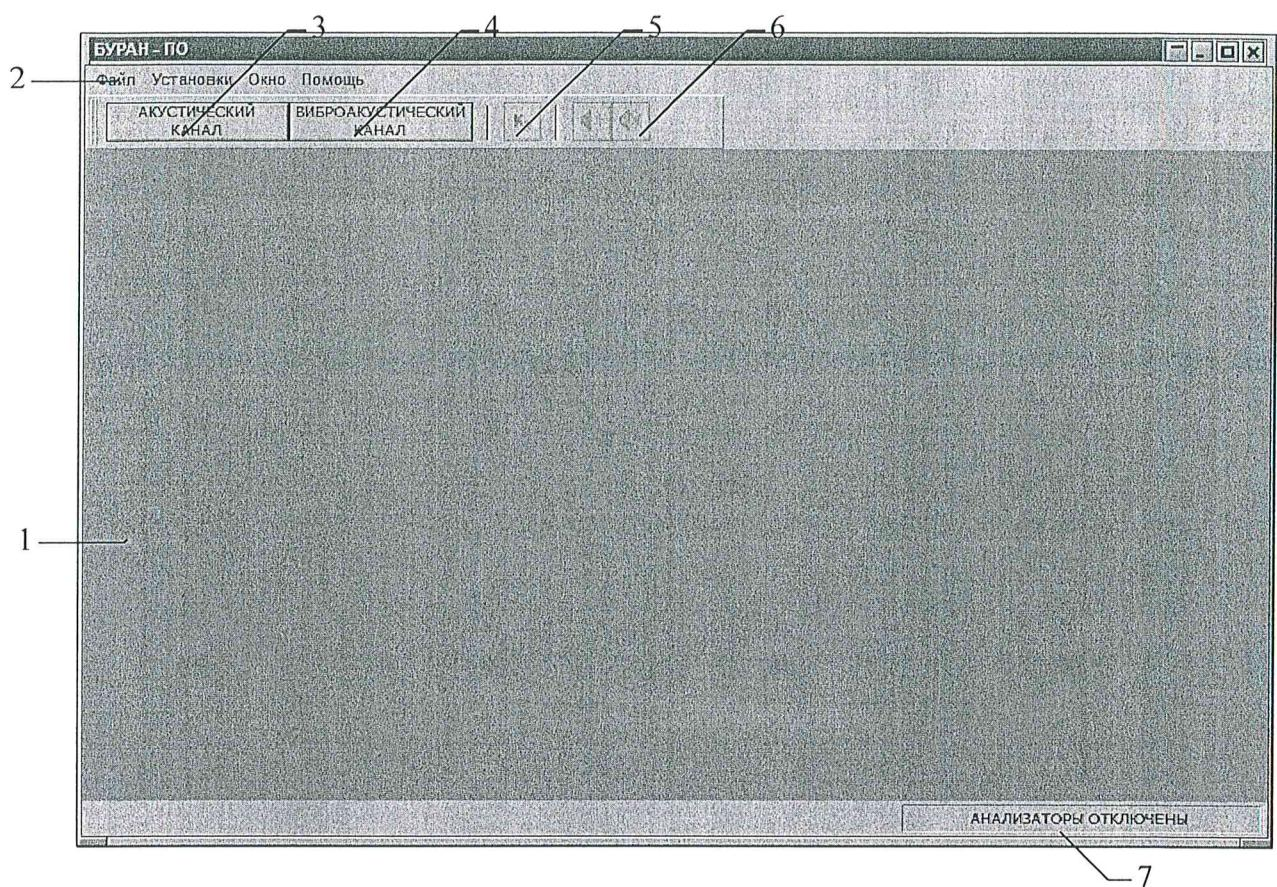
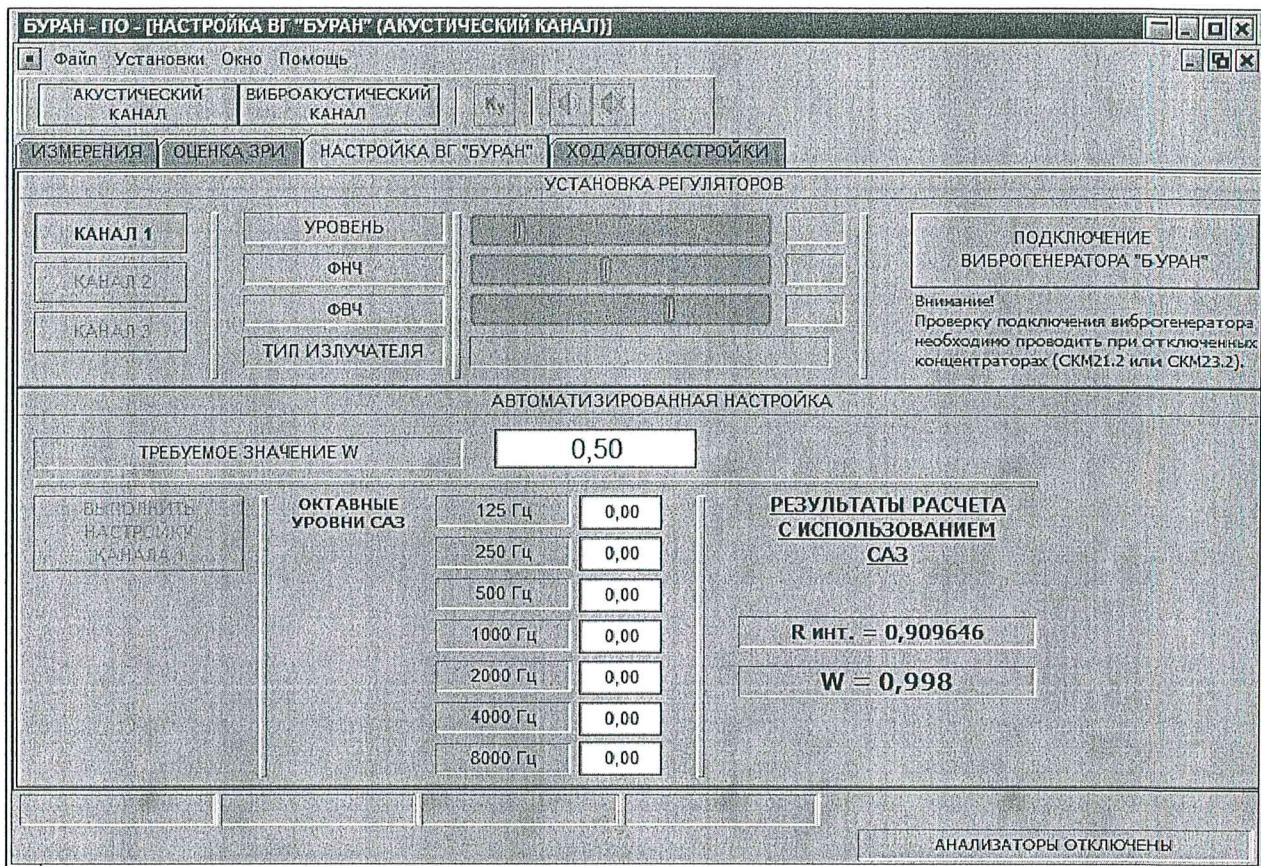

Рисунок 25 - Общий вид главной экранной формы «БУРАН-ПО»
Рисунок 29 – Общий вид экранной формы «АКУСТИЧЕСКИЙ КАНАЛ» с вкладкой «НАСТРОЙКА ВГ «БУРАН»
7.13.5 Запуск программы «БУРАН-ПО» производится выбором в перечне программ ОС «Windows» управляющей программы «Buran_PO.exe» или выбором «иконки» быстрого старта «БУРАН-ПО» на «рабочем столе» ПЭВМ. При запуске программы необходимо проследить, чтобы модуль «БУРАН-РК» был подключен к специальному разъему изделия «БУРАН» в соответствии с 7.4.3 настоящего руководства, а модуль МДУ-2 - к USB порту управляющей ПЭВМ, при этом анализатор СКМ-23.2 (СКМ-21.2) должен быть отключен от управляющей ПЭВМ. После «запуска» программы на монитор «выводится» главная экранная форма «БУРАН-ПО». Общий вид данной экранной формы приведен на рис. 25, а назначение элементов управления и индикации приведено в табл.1.
7.13.6 Кнопка «АКУСТИЧЕСКИЙ КАНАЛ» (поз. 3 на рис. 25) позволяет произвести запуск модуля настройки изделия БУРАН по акустическому каналу утечки речевой информации, при этом на монитор ПЭВМ «выводится» экранная форма, вид которой приведен на рис. 29.
7.13.8.1 С этой целью следует подключить измерительный блок акустических и вибрационных сигналов СКМ-23.2 (СКМ-21.2) к свободному USB порту управляющей ПЭВМ, после чего в поле отображения состояния интерфейса управляющая ПЭВМ – анализатор (поз. 7 на рис. 25) появится сообщение: «СКМ21,2 (СКМ23,2) ПОДКЛЮЧЕН». К измерительному блоку необходимо подключить микрофон.
«АКУСТИЧЕСКИЙ КАНАЛ» с вкладкой «НАСТРОЙКА ВГ «БУРАН», приведенная на рис. 29. Дальнейшая работа будет вестись только в поле «АВТОМАТИЗИРОВАННАЯ НАСТРОЙКА». В информационных окнах данного поля на момент открытия вкладки содержатся актуальные результаты оценки октавных уровней помехового сигнала, создаваемого системой «БУРАН» с рассчитанными показателями $R_{\text{ингт.}}$ и W .